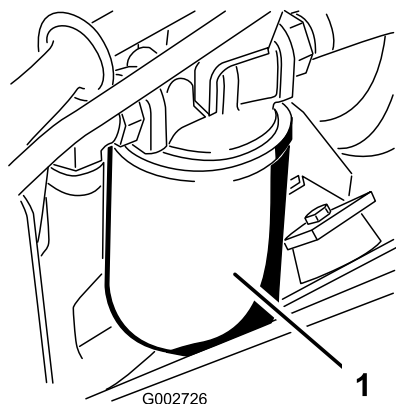

Figura 46
- Coloque um recipiente de escoamento debaixo do filtro hidráulico, que se encontra no lado esquerdo da máquina (Figura 46).
- Monte o novo filtro hidráulico (Figura 46) rodando-o manualmente até que a junta entre em contacto com a cabeça do filtro, apertando em seguida o filtro mais 3/4 de volta.